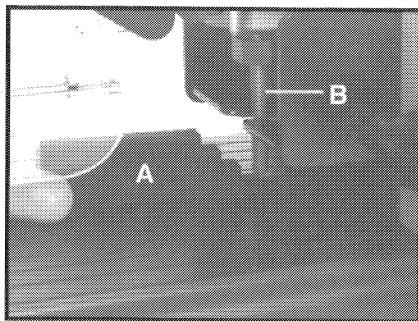

Fig. 5
3. Positionnez la jauge de réglage (A) Fig. 5, fournie du modèle 551, sur la base de la machine. La jauge a cinq mesures marquées des épaisseurs des matériaux standards.